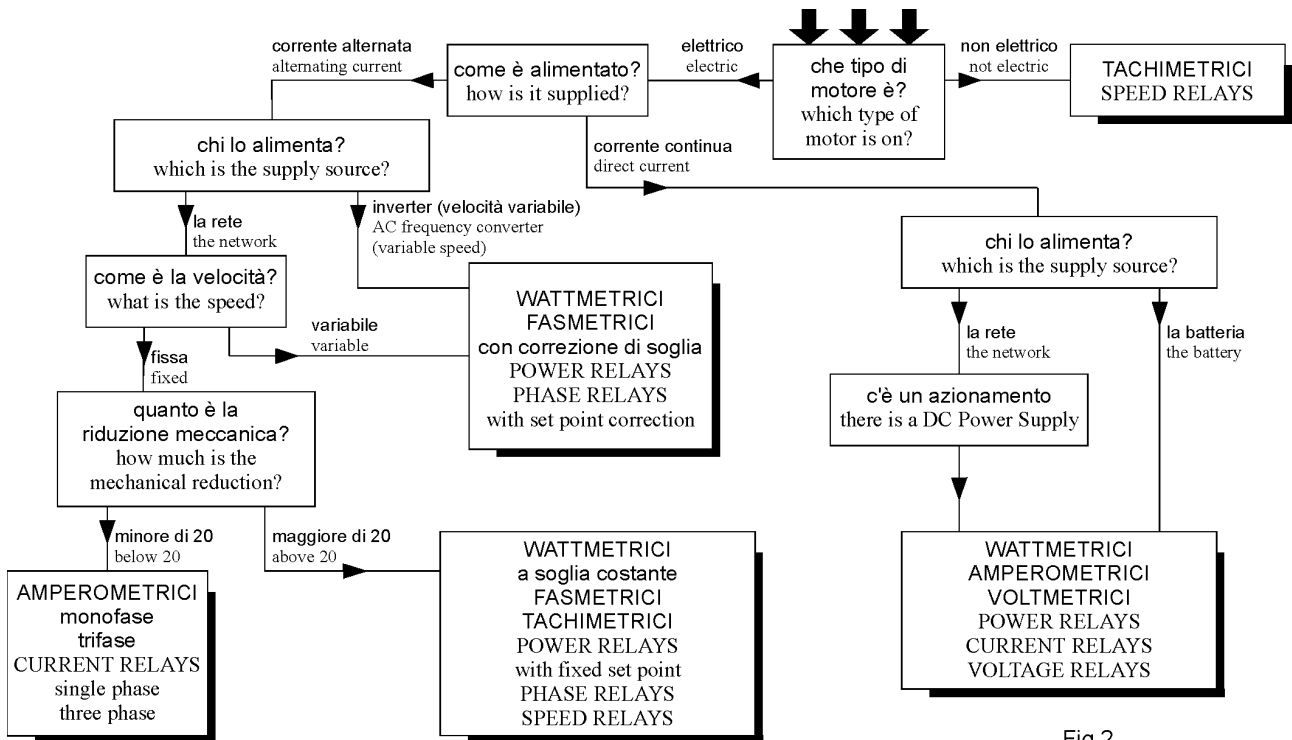

Fig.2
Per la scelta di un LCE si può seguire il "percorso" indicato dalla fig.2, entrando nel punto evidenziato dalle 3 frecce.
For the correct selection of an ETL it is suggested to follow the diagr. of fig. 2, starting from the point marked by the 3 arrows.
- un'analisi dell'applicazione secondo lo schema di fig.2 per verificare se:
- a detailed examination of the application - see fig.2 in view of establishing whether: